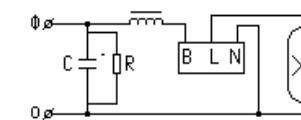
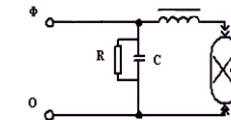

Рисунок 2
Рисунок 3
5.1 Светильник устанавливают на трубу диаметром 50...60 мм **рассеивателем вверх** (Рисунок 3) «Разрешенные пространственные положения установки светильника серии ЖТУ/ГТУ/РТУ/НТУ/ДТУ06 Адонис» и закрепляют тремя болтами М6 (поз.1 Рисунок 2) с усилием затяжки 2,5-3,0 Н·м.
5.3 Подключение проводов сети производится к клеммной колодке согласно схеме включения (рисунок 2 или 3), предварительно зажав их пластмассовой планкой при помощи винта. Заземляющий провод подсоединить к защитному зажиму на панели.